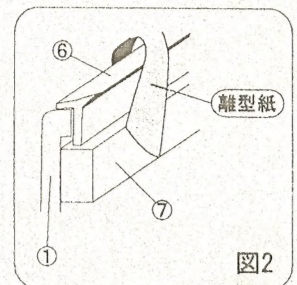

図2
- ⑤⑥エンドモールの離型紙を剥がし貼り付ける。(図2参照)